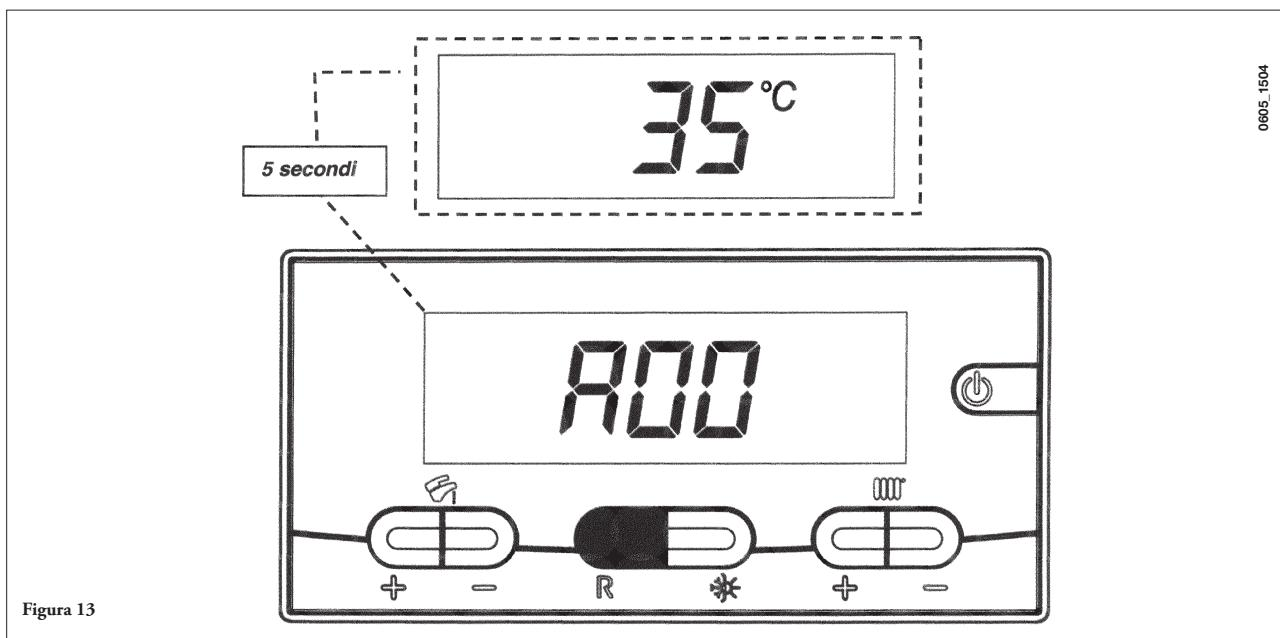

Figura 13
- Apăsați pe butonul  $\textcircled{R}$  timp de cel puțin 10 secunde, până când pe afișaj apare “**A00**” (... “A07”) care alternează cu valoarea corespunzătoare (de ex. figura 13);